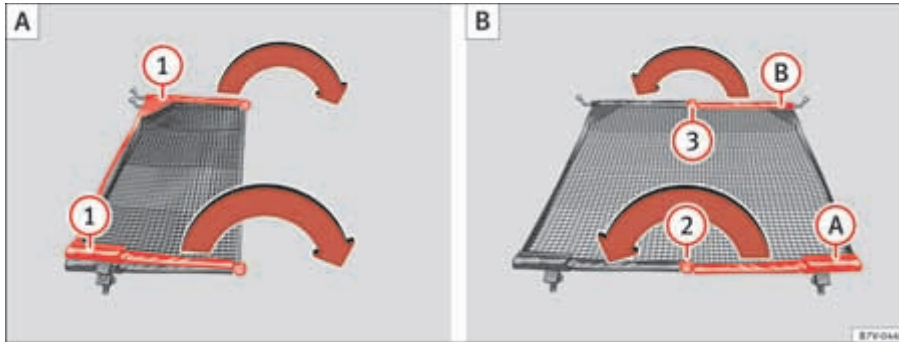

Abb. 93 Netztrennwand ausklappen ① und zurückklappen ② und ③.
Querstangen der Netztrennwand ⇒ Seite 141, Abb. 93 ① in Pfeilrichtung ganz auseinander klappen, bis ein „klickendes“ Geräusch hörbar ist.
- Entriegelungsknopf ⇒ Seite 141, Abb. 93 2 drücken und Querstange A bei gedrücktem Entriegelungsknopf in Pfeilrichtung einklappen.
- Entriegelungsknopf ⇒ Seite 141, Abb. 93 3 drücken und Querstange B bei gedrücktem Entriegelungsknopf in Pfeilrichtung einklappen.